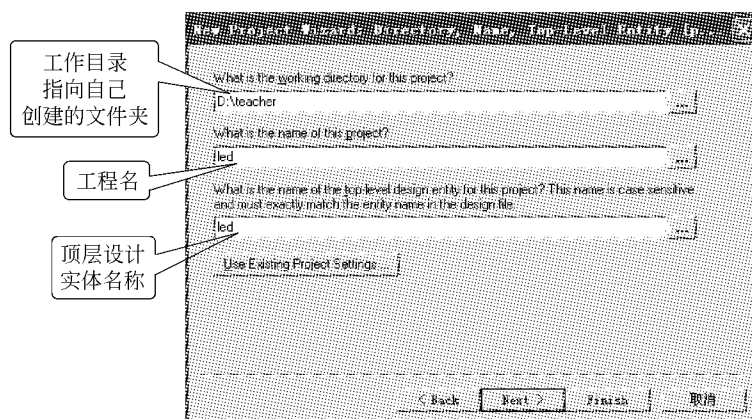

图 3-6 Quartus II 创建工程向导界面(一)
(1) 在指定位置输入设计中使用的 work 目录、工程名称、顶层设计实体名称,如图 3-6 所示。